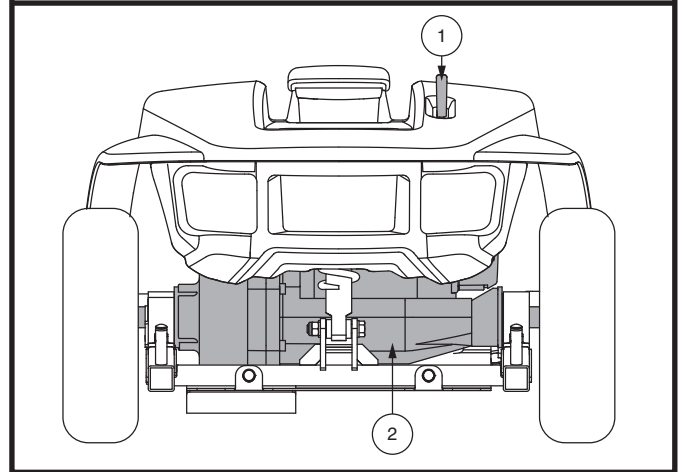

Figure 2. Section arrière
1. Trouvez les leviers sur la section arrière de la véhicule. Voir la figure 2.